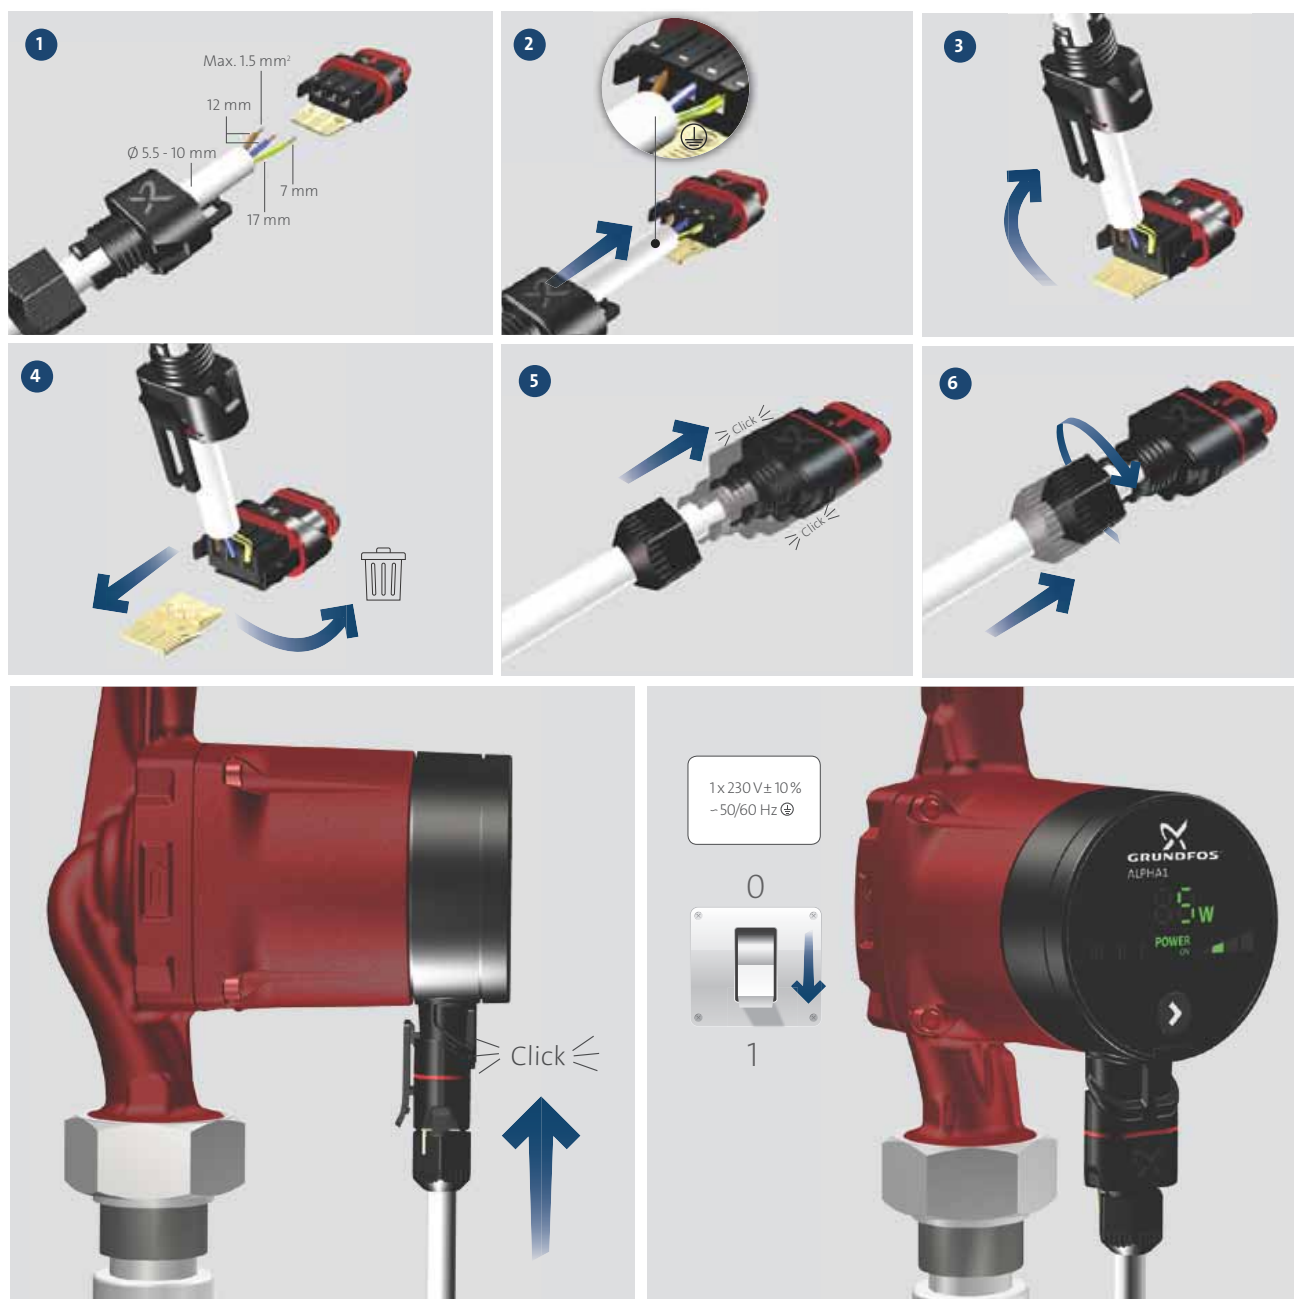

Fig. 7 Eltilslutning
- Slut pumpen til strømforsyningen med det medleverede stik som vist i fig. 7.